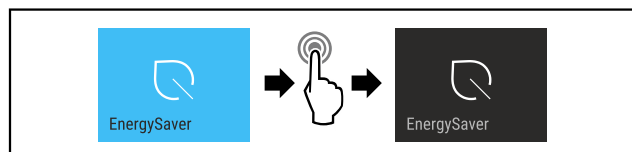

Fig. 18
► Følg anvisningene (se Fig. 18) .